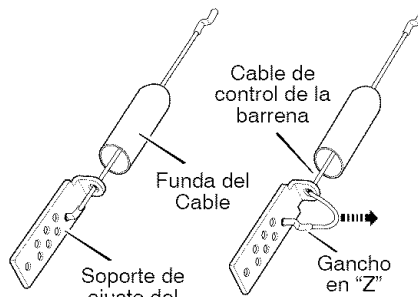

Figura 21
3. Guíe el extremo del **cable de control de la barrena** a través del ojal del **soporte de ajuste del cable** de la manera indicada por la flecha en la Figura 21. Esto le dará suficiente huelgo permitiendo retirar con facilidad el **gancho en "Z"**.